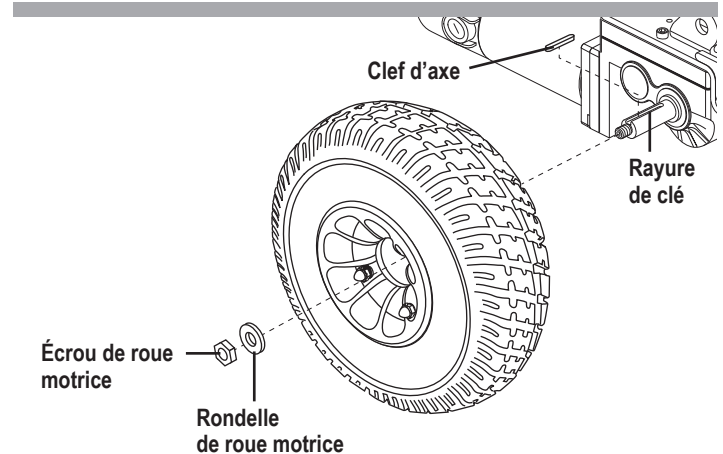

Figure 22. Roue de traction pneumatique élèvement
5. Retirez l'écrou et la rondelle de roue motrice sur l'essieu. Voir la figure 22 ou 24.